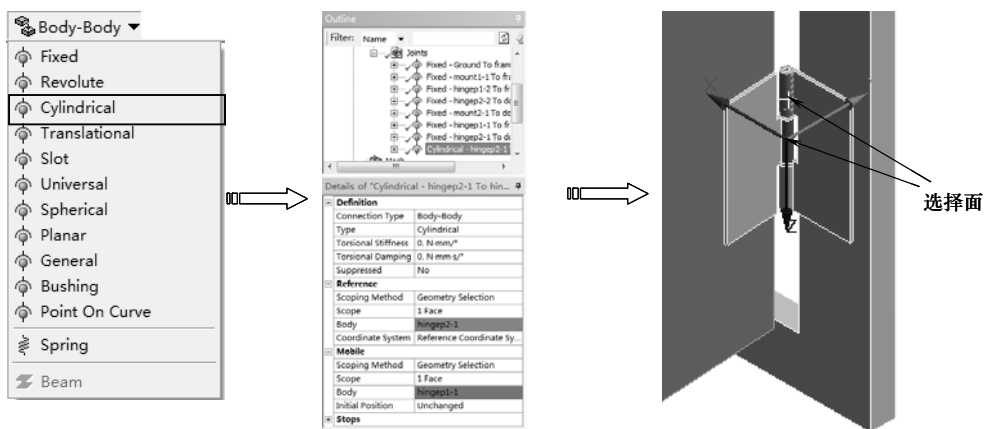

图 10-86 创建柱面运动副
9) 单击【Connections】工具栏上的【Body-Body】|【Cylindrical】命令，分析树中增加【Cylindrical-No Selection To No Selection】节点。分别选择如图 10-86 所示的表面，单击详细设置窗口中的【Reference】和【Mobile】列表中【Body】下的【Apply】按钮完成，如图 10-86 所示。